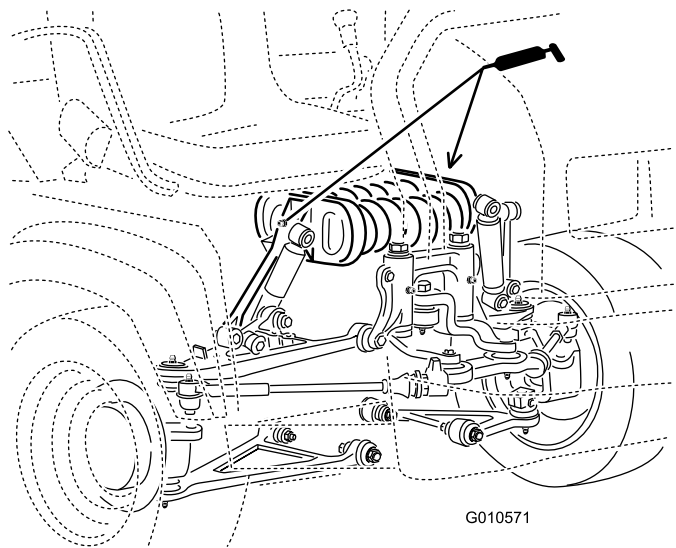

Figura 30
- **Armazón del muelle(2);** consulte Figura 30